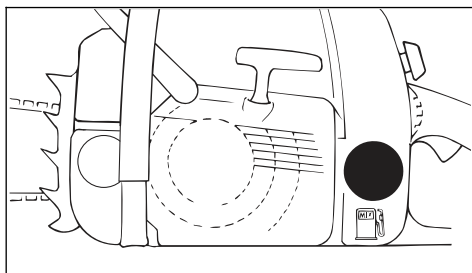

Рис. 39
**8.6 Заправка топливом****8.6.1 Подготовка устройства (рис. 39)**